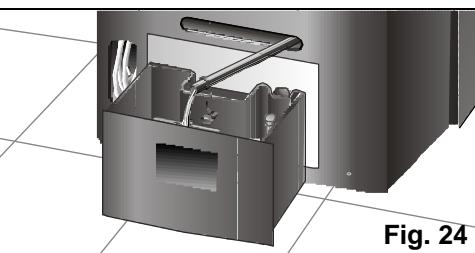

Fig. 24
- Antes, vaciar el agua de condensación que se encuentra en el depósito interno sacando de su alojamiento el tubo evacuación de agua y desmontando el tapón, **Fig. 24**, para evacuar el agua generada. Para ello deberá situar un recipiente (o el depósito extraíble del equipo) a la salida del tubo evacuación de agua donde recoger el agua condensada o dirigir dicho tubo hacia un desagüe próximo. Una vez vaciado el depósito, no olvide colocar tapón y tubo en su alojamiento.